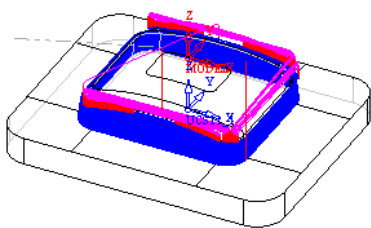

图 3-53 生成的刀具路径 (4)
4) 计算刀具路径。完成参数设置后，单击“NC Process Manager”对话框中的保存并计算按钮，运算当前加工程序，此时图形区显示的刀具路径如图 3-53 所示。